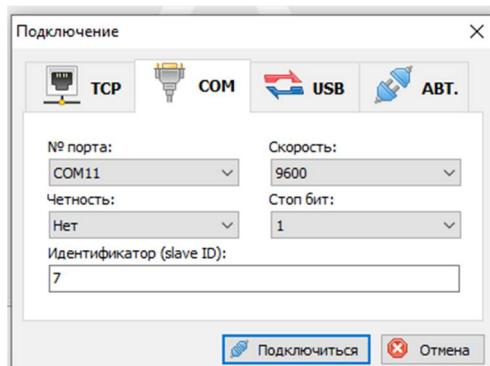

Рисунок 6 – Окно «Подключение».
Установка связи происходит при нажатии кнопки «Подключиться»  В появившемся окне (рисунок 6) необходимо выбрать тип подключения (COM), номер порта, четность (нет), адрес устройства, скорость подключения, стоп бит (1) и нажать кнопку «Подключить». Если связь установлена, появится вкладка, отображающая данные, поступающие с каналов дискретного ввода. На вкладке «Конфигурация» можно посмотреть текущие настройки модуля.